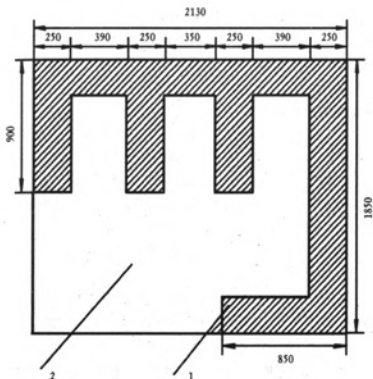

Рис. 45. Ленточный фундамент под садовый камин в плане (размеры указаны в миллиметрах):
1. Определите место, где будет находиться садовый камин. После этого на участке размером $2 \times 2,5$ м выполните разметку (рис. 45) для мелкозаглубленного ленточного фундамента, вбейте колышки, обозначив траншею шириной 25 см, снимите верхний слой грунта и углубите траншею еще на 15 см.